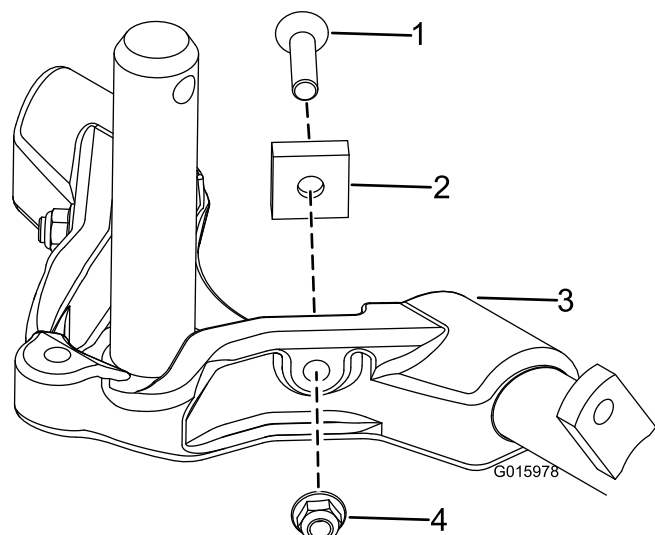
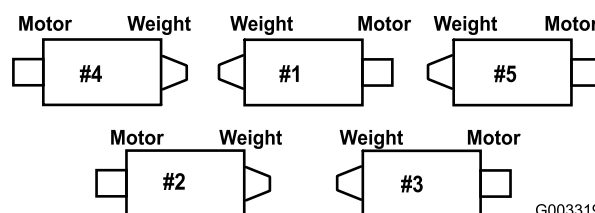

Figure 8
Figure 9
Augmentez la direction des plateaux de coupe arrière en retirant les (2) entretoises de pivot, vis à tête creuse et contre-écrous à embase (Figure 8) des bâtis porteur des plateaux de coupe arrière (n° 2 et n° 3) (Figure 9).
1. Obturateur en plastique 2. Vis (2)
5. Placez les 2 vis de fixation du moteur de cylindre sur la plaque latérale gauche du plateau de coupe sans les serrer (Figure 9).